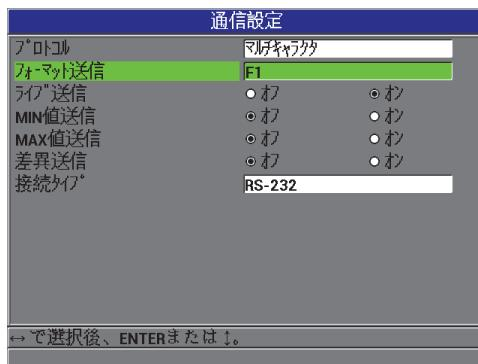

図 8-3 通信設定画面 – RS-232
4. 通信設定画面（137 ページ図 8-3 参照）で、接続タイプを RS-232 に設定し、RS-232 パラメータを表示します。